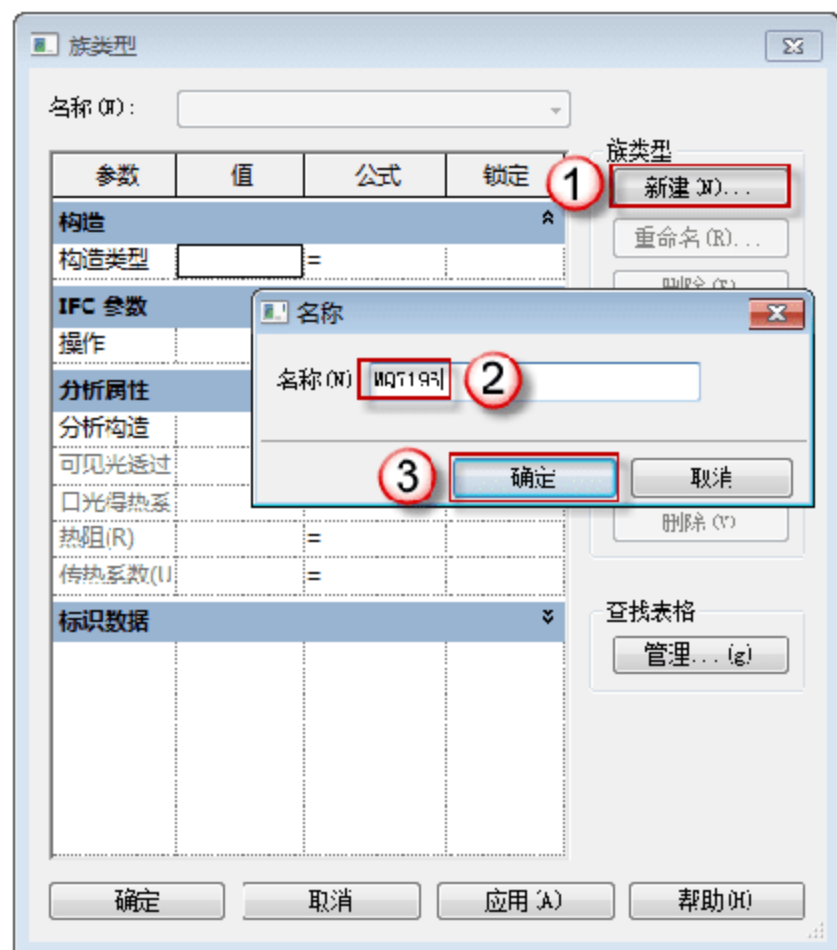

图 7.2.26 创建“MQ7196”
(2) 新建族类型。单击“族类型”按钮，在弹出的“族类型”对话框中单击“新建”按钮，弹出“名称”对话框，在“名称”一栏输入“MQ7196”字样，单击“确定”按钮，如图 7.2.26 所示。